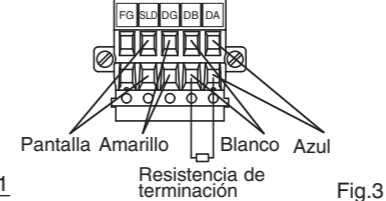

Fig.3
- (3) La resistencia de terminación a conectar varía en función del cable que se utilice para el sistema CC-Link. (Consulte la siguiente tabla y la Fig.3)